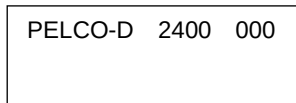

Fig 3.1.2
- B. Au terme de la détection automatique: le dispositif acquiert automatiquement les paramètres actuels et supprime le contenu de la seconde ligne sur l'afficheur LCD. La première ligne de l'afficheur LCD indique « PELCO-D 2400 000 », le protocole de communication, le débit de transmission et l'adresse sont indiqués, respectivement, comme illustré à la Fig. 3.1.2.